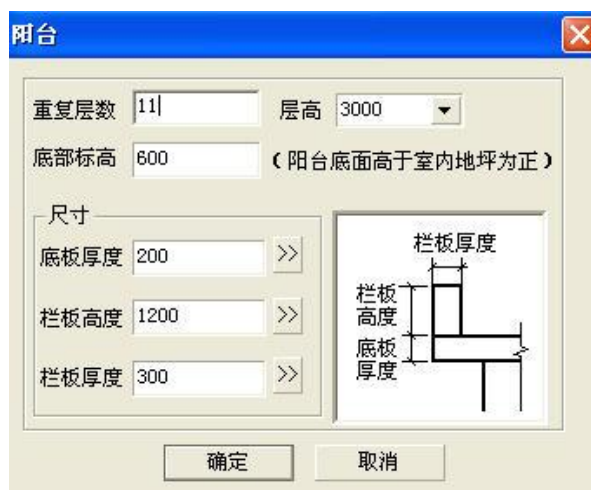

图 15-14
- 2、正确选择建筑后, 根据命令行提示: 选择阳台底面的外轮廓线; 右键确认弹出图 15-14 对话框;